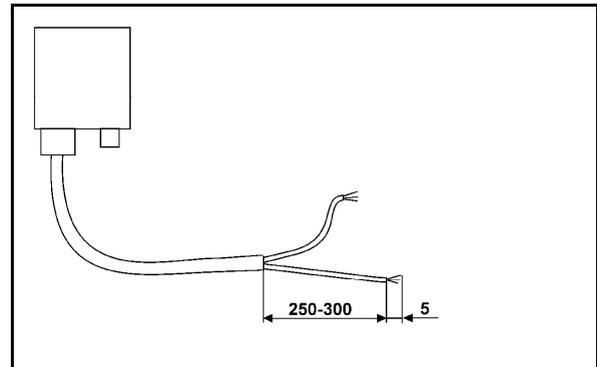

Fig. 4
3. Das Kabelende (Fig. 4) ca. 250 bis 300 mm abmanteln
- Die Kabelenden (Fig. 4) einzeln 5 mm isolieren.